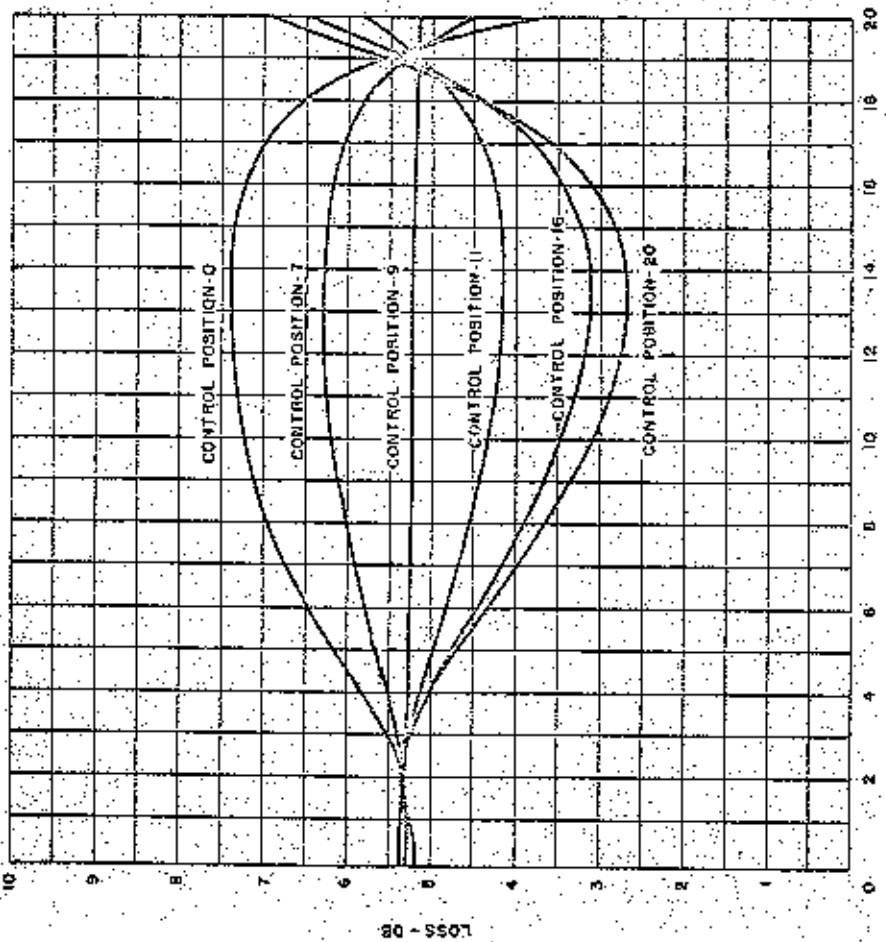

Fig.26 Grafici di attenuazione dell'elemento equalizzatore BULGE-11KC
- Caratteristiche dell'elemento equalizzatore BULGE (fig.26)